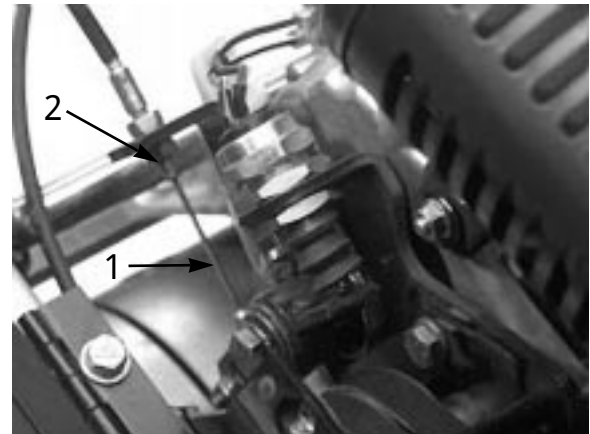

図 42
3. ケーブルの張りを強くするには、前ジャムナット（図42）をゆるめ、後ジャムナットを締める。1.4 ~ 2.3 kgの力で走行コントロールがつかないように調整する。力の計測はコントロール・ノブの部分で行う。